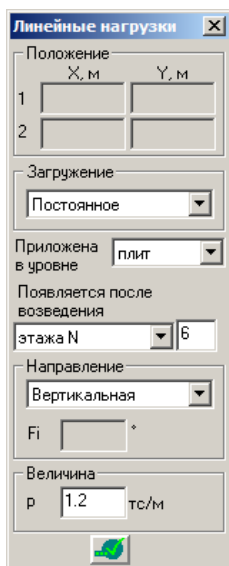

Рис.13.9.2. Окно диалога **Линейные нагрузки** (Свойства элементов)
- В открывшемся окне диалога **Линейные нагрузки** (рис. 13.9.2) выполните следующие действия: